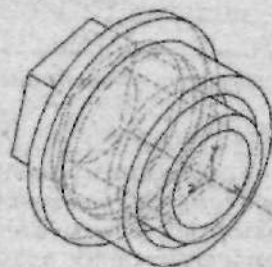

Рис. 2.16. Так отображается деталь в режиме **Невидимые линии тонкие**
- **Невидимые линии тонкие.** Данный вариант отображения модели также можно использовать для работы с внешними формообразующими элементами, единственное его преимущество заключается в том, что когда вы изменяете внешнюю геометрию проектируемого изделия, вы также можете видеть, как эти изменения отразятся на всей конструкции (рис. 2.16);